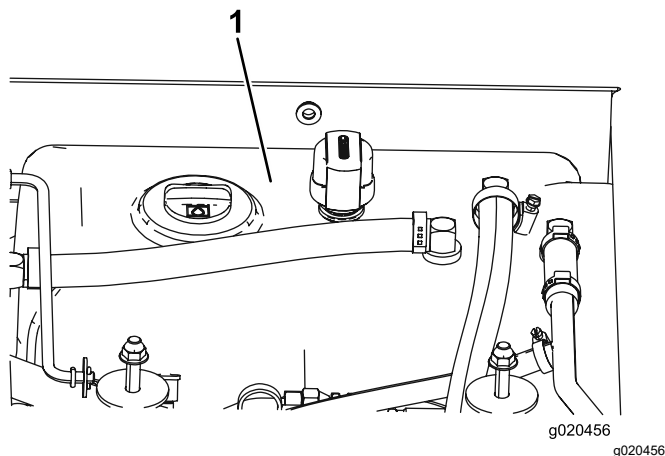

Рисунок 116
4. Залейте гидравлическую жидкость в бак (Рисунок 116); см. Характеристики гидравлической жидкости \(страница 87\).